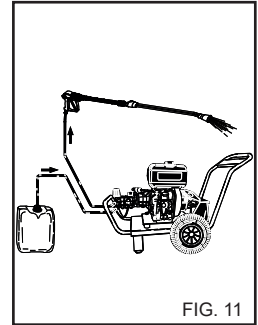

FIG. 11
1) После использования моющего средства промойте водный контур высокого давления. Поместите шланг подачи моющего средства (рис. 11) в бак с чистой водой, включите насос на минуту при полностью открытом кране моющего раствора.
- 4) После использования моющего средства, промойте контур воды высокого давления. Поместите шланг подачи моющего средства (рис. 11) в бак с чистой водой, включите насос на минуту при полностью открытом регуляторе моющего раствора.